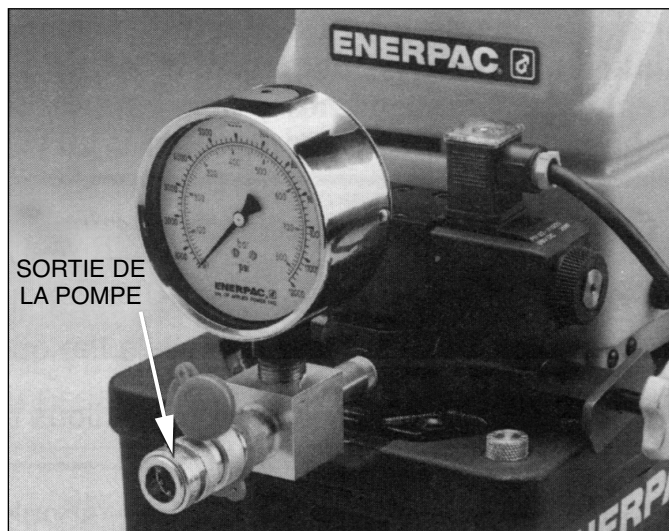

Figure 2 - Sortie de la pompe (simple effet)
1. Flexible sortie pompe présenté sur la Figure 2. ASSUREZ-VOUS d'utiliser un flexible marqué « ENERPAC SERIE 800 – 800 BARS/11 600 PSI MAX ». Serrez manuellement la bague de verrouillage du coupleur.